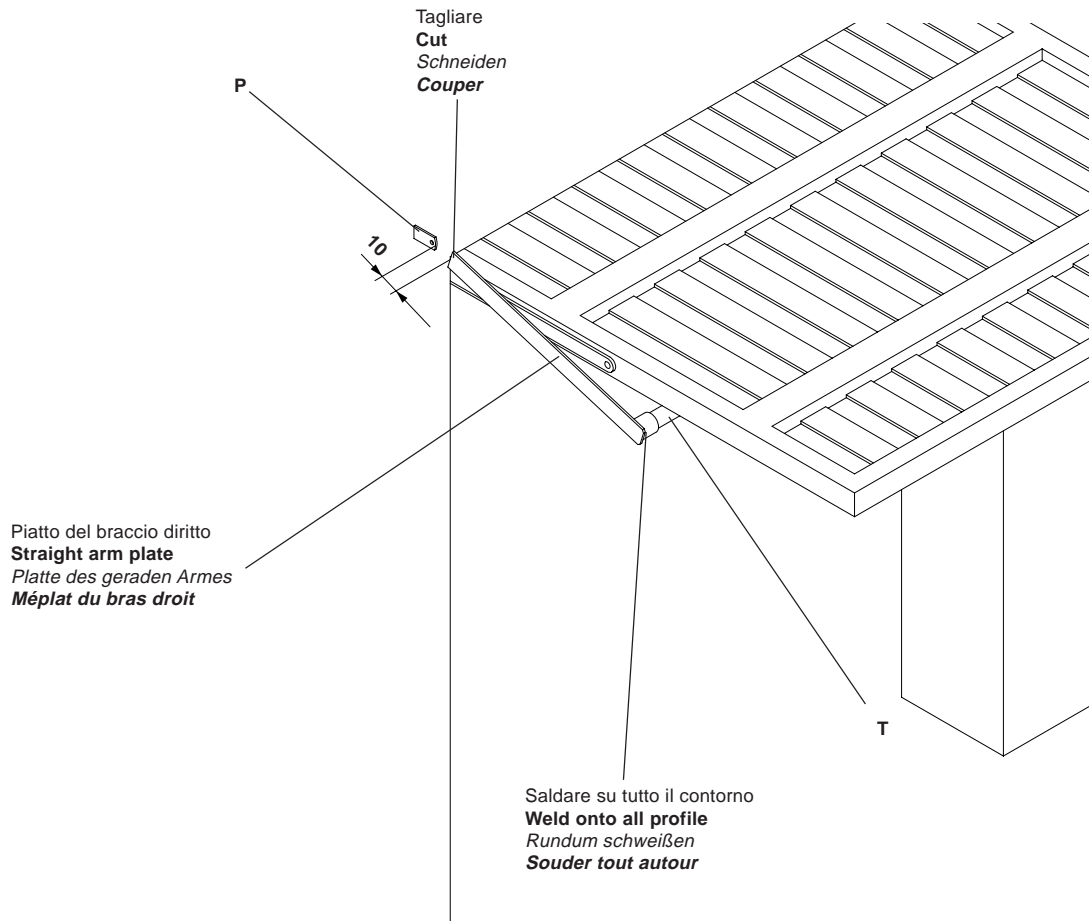

Fig.6
Saldare poi il piatto del braccio al tubo T (fig. 6) oppure utilizzare il braccio AU.D45.
**Open the overhead door and cut the 2 straight arm components as per indications given on fig. 6 and 7. Now weld the arm plate to the tube T (fig. 6) or use the arm AU.D45.**
**Ouvrir la porte du basculant et couper les deux éléments du bras droit selon les indications des figures 6 et 7.**
**Souder le méplat du bras au tube T (fig. 6) ou bien utiliser le bras AU.D45. Enfiler le méplat dans le tube puis le fixer au montant P avec des vis M10 et écrous autoserrants (fournis).**